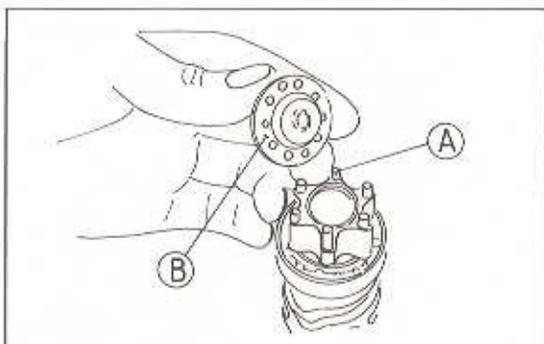

Bild 206
- Während ein Zahnrad festgehalten wird das andere um das Zahnflankenspiel bewegen (Bild 206).